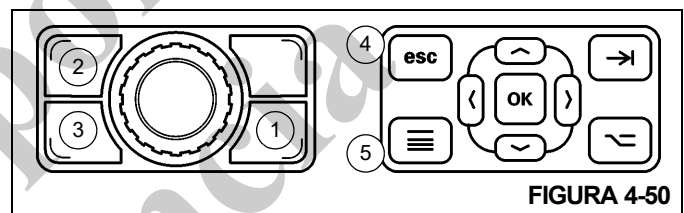

FIGURA 4-50
- Oprima el botón de cambio de pantalla (1, Figura 4-50) en el cuadrante selector para seleccionar el control de pantalla del ODM, luego oprima el botón de escape (2) para la vista principal o el botón de menú (3) para la vista de menús.
- Oprima el botón de escape (4, Figura 4-50) en el panel de control de navegación en el ODM para la vista principal o el botón de menú (5) para la vista de menús.